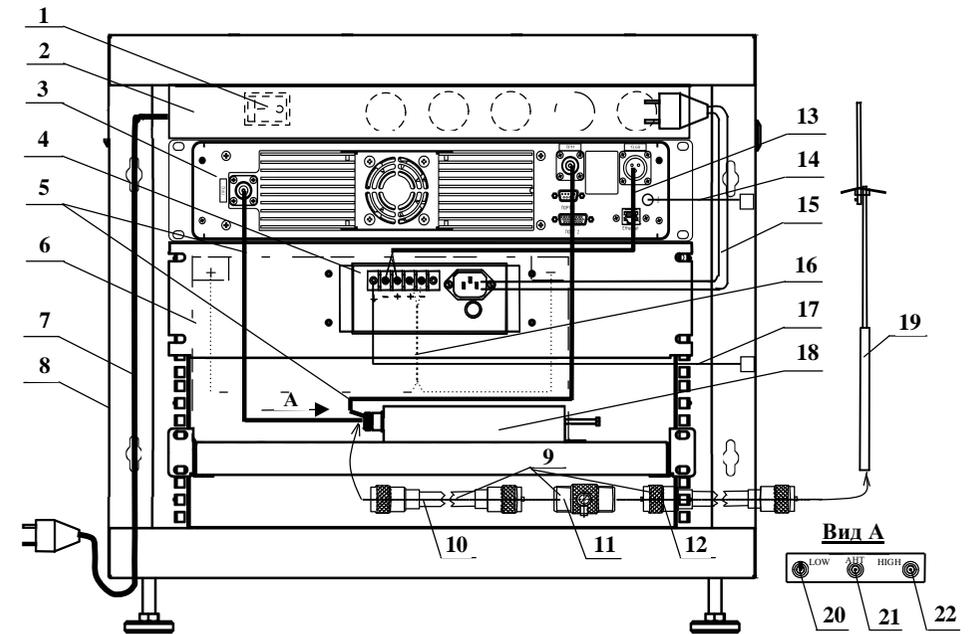

Рисунок 1
1.3.1 В состав ретранслятора входят (рисунок 1):
Примечание – По отдельному заказу поставляется резервный источник питания (аккумуляторная батарея) (поз. 6 рисунок 1) с кабелем питания АКБ (поз. 16 рисунок 1).